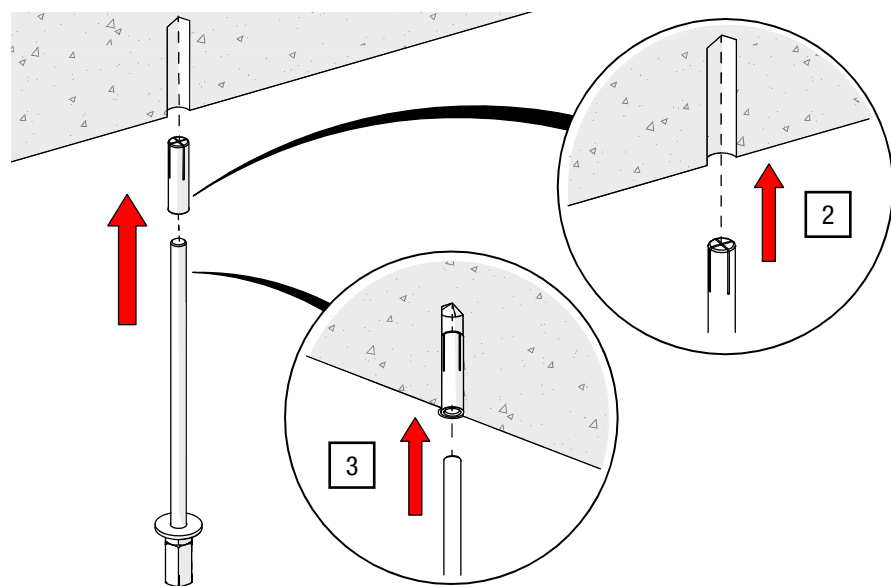

Abb. 34: Deckenabhängung – Einschlaganker und Gewindestange montieren
2. Montieren Sie den M6×30 Einschlaganker in der Betondecke entsprechend den Herstellerangaben (siehe Abb. 34).
3. Montieren Sie Gewindestange, Konter-, Verbindungsmutter und Unterlegscheibe vor und drehen Sie diese im Einschlaganker mit einem Gabelschlüssel SW 10 und 3 Nm ein (siehe Abb. 34; Einschraubtiefe siehe *Kapitel 3.4.4 Abhängung mit Distanzrohr (OFFICE) – Rohr- und Gewindestange* [► S. 25]).